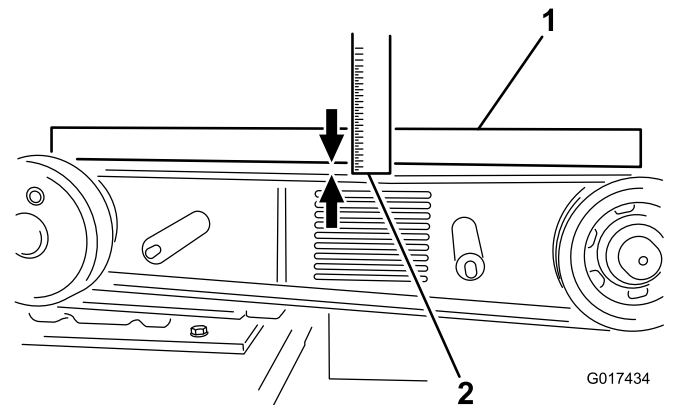

Bild 26
8. Legen Sie eine Messlatte über die Kupplung und die Schwungrad-Riemenscheiben. Ziehen Sie die Riemenspannschraube so an, dass der Riemen eine Durchbiegung von 10 mm hat, wenn in der Mitte des Riemens eine Kraft von 6,8 kg (beim Spannen eines gebrauchten Riemens) oder eine Kraft von 8 kg (Montage eines neuen Riemens) aufgebracht wird (**Bild 26**).